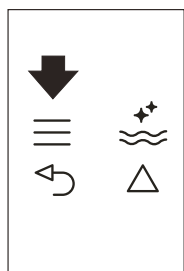
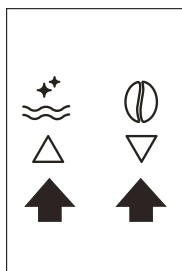

Fig. 22
Fig. 9
- ▶ Prima o ícone  (B2) para aceder ao menu (Fig. 22) ou prima os ícones   (B7) e (B8) (Fig. 9) até aparecer "PROGRAM HOT WATER" (PROGRAMAR ÁGUA QUENTE).